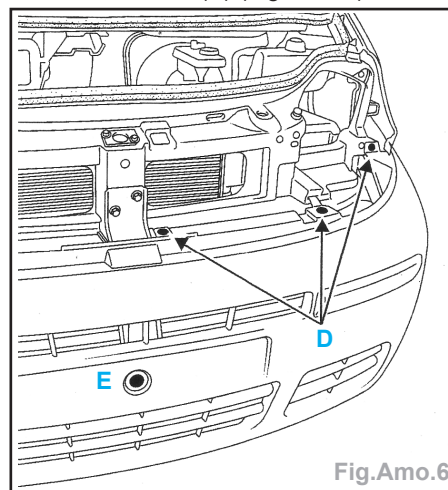

Fig.Amo.6
- la vis centrale (**E**) (Fig.Amo.6).